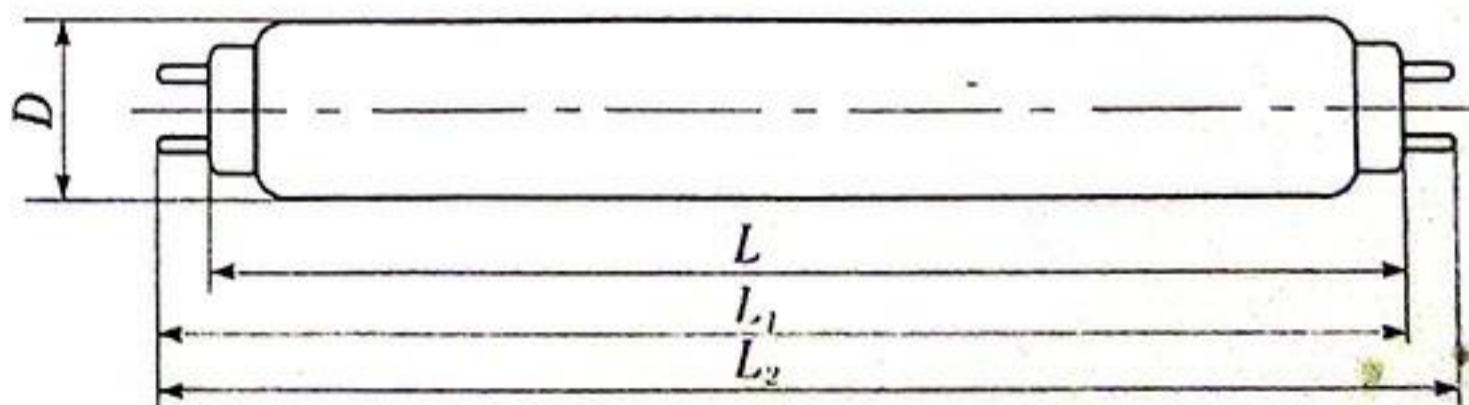

Рис. 1
2.3. Общий вид ламп и основные размеры приведены на рис. 1 и в таблице 1.